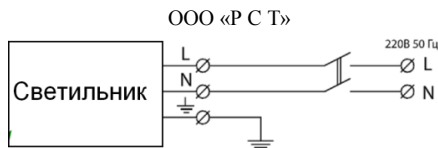

Рис. 1 Схема подключения светильника
7.3 Схема подключения светильника отображена на рис. 1.